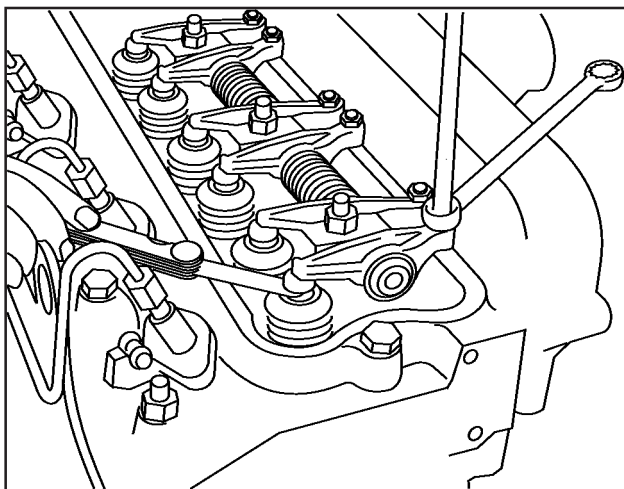

FIG 31
3. Coloque a lâmina especificada entre a haste da válvula e o balancim. **Fig. 31**